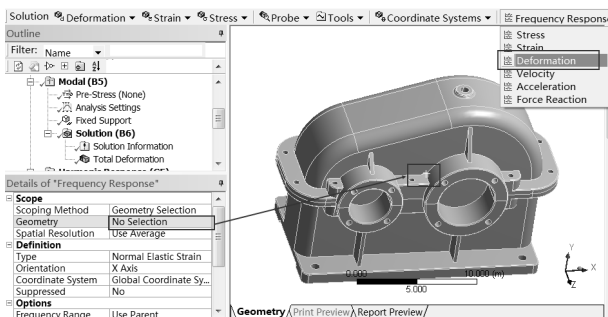

图 7-54 添加变形选项
Step3 : 如图 7-54 所示, 选择节点, 然后在 Solution 工具栏中选择 Frequency Response Deformation 命令, 此时在分析树中会出现 Total Deformation (总变形) 选项。